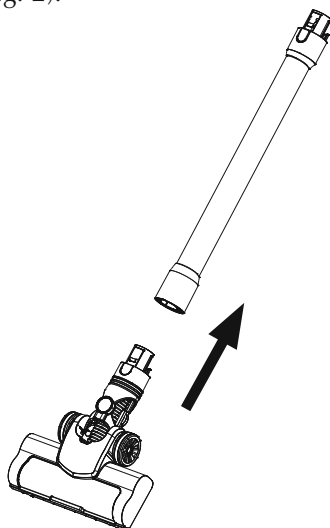

Fig. 2
2. Fissare la spazzola per pavimenti (13) all'altra estremità del tubo di estensione (15, v. fig. 2).